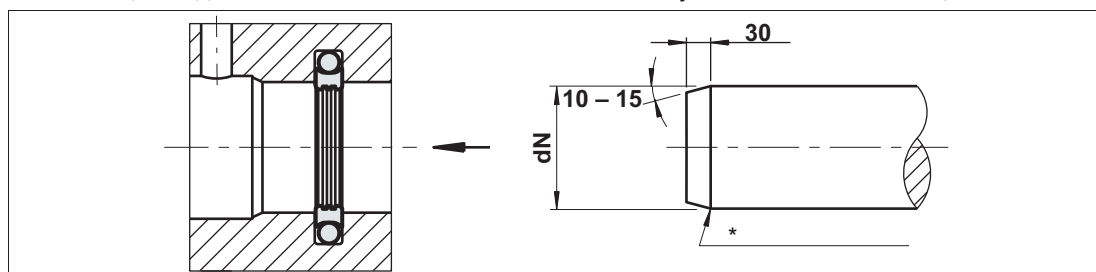

Рис. 5. Калибровка уплотнительного кольца
- Калибровочный боек из пластика, см. рис. 5
6. Откалибровать уплотнение подходящим калибровочным бойком, см. рис. 5.